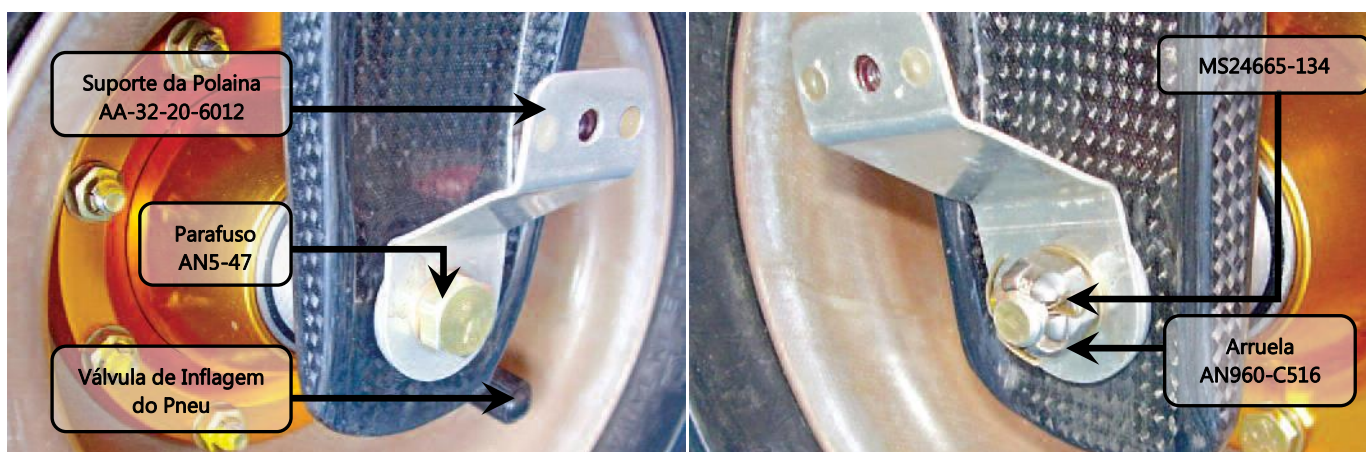

Figura 32.40.51 – Instalação da bucha direita do eixo.
5. Instalar o parafuso passante (AN5-47) no eixo, juntamente com os demais hardwares mostrados na figura 32.40.51.
6. Instalar a porca AN960-C516 e apertá-la, ver figura 32.40.51, ate que a roda fique presa e o conjunto seja ajustado. Usar duas chaves combinadas de 1/2";
9. Instalar o contra-pino MS24665-132 na porca, ver figura 32.40.51. Utilizar um alicate de bico.